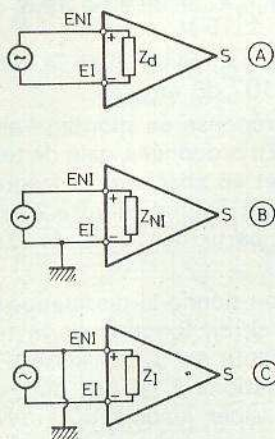

Fig. 8
Connectons une source de tension entre ENI et EI, en réalisant le montage de la **figure 8 (A)**.